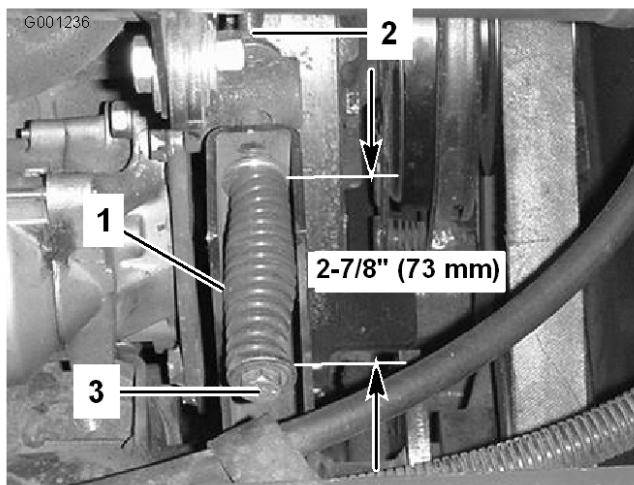

Bild 63
3. Lösen Sie die Klemmmutter der Spannstange (Bild 63).
- Ziehen Sie die Riemen Spannungsfeder mit einem 0,5 Zoll Schraubenschlüssel an oder lösen Sie sie (Bild 63). Stellen Sie die Feder auf eine Länge von 73 mm ein.
- Lösen Sie die Klemmmutter der Spannstange (Bild 63).
- Lösen Sie die Riemen Spannungsfeder mit einem 0,5 Zoll Schraubenschlüssel (Bild 63).
- Setzen Sie den neuen ZWA-Riemen auf und ziehen Sie die Spannscheibenfeder auf 73 mm an (Bild 63).
- Ziehen Sie die Klemmmutter fest (Bild 63) und schließen Sie die Motorhaube.